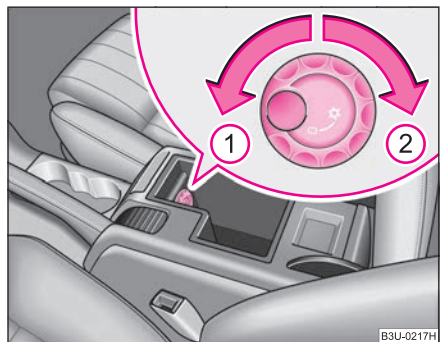

Fig. 104 Compartimento guardaobjetos: manejo de la refrigeración
- Gire el conmutador de mando hacia la izquierda a la posición final ① ⇒ fig. 104.